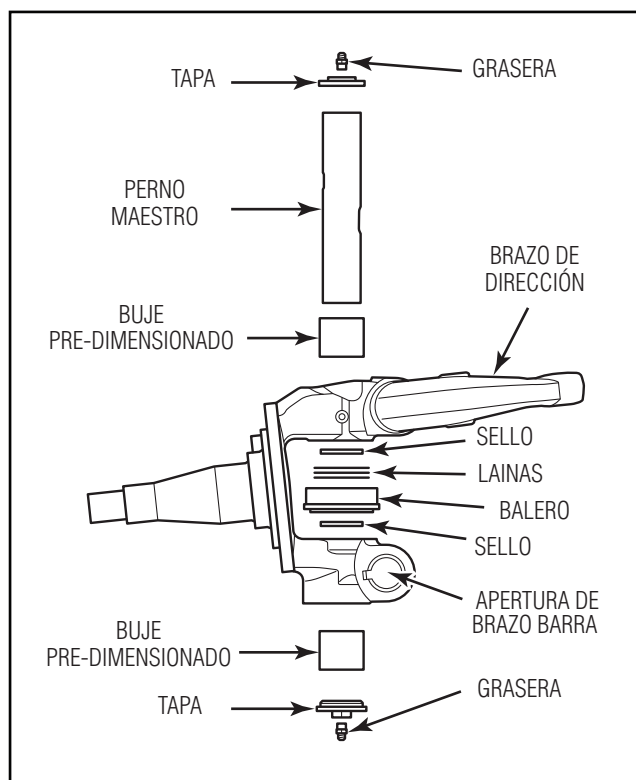
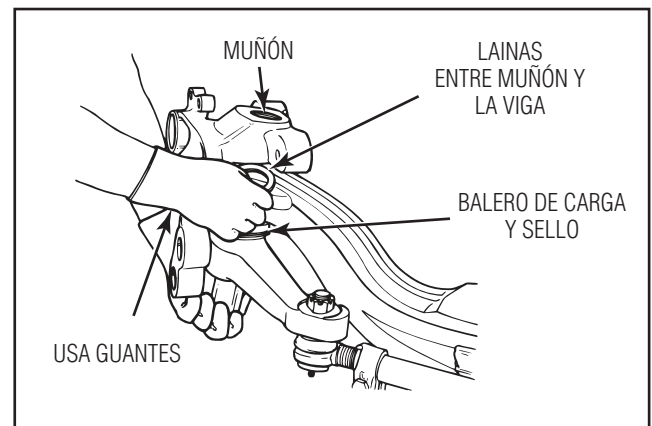

Figura 1
Figura 4
Esta publicación proporciona instrucciones para la instalación de kits de pernos ReadySet. Cada kit incluye cuatro bujes pre-dimensionados de bronce. Estos kits se pueden usar para dar servicio a los ejes delanteros direccionales sin tracción Meritor. Figura 1.
6. Instale de nuevo el ensamble del muñón en el eje con el nuevo perno maestro y el nuevo balero de carga. Añada laines hasta que el ajuste sea firme y el balero de carga requiera de un golpe leve para alinearse con el perno pivote. Figura 1 y Figura 4.